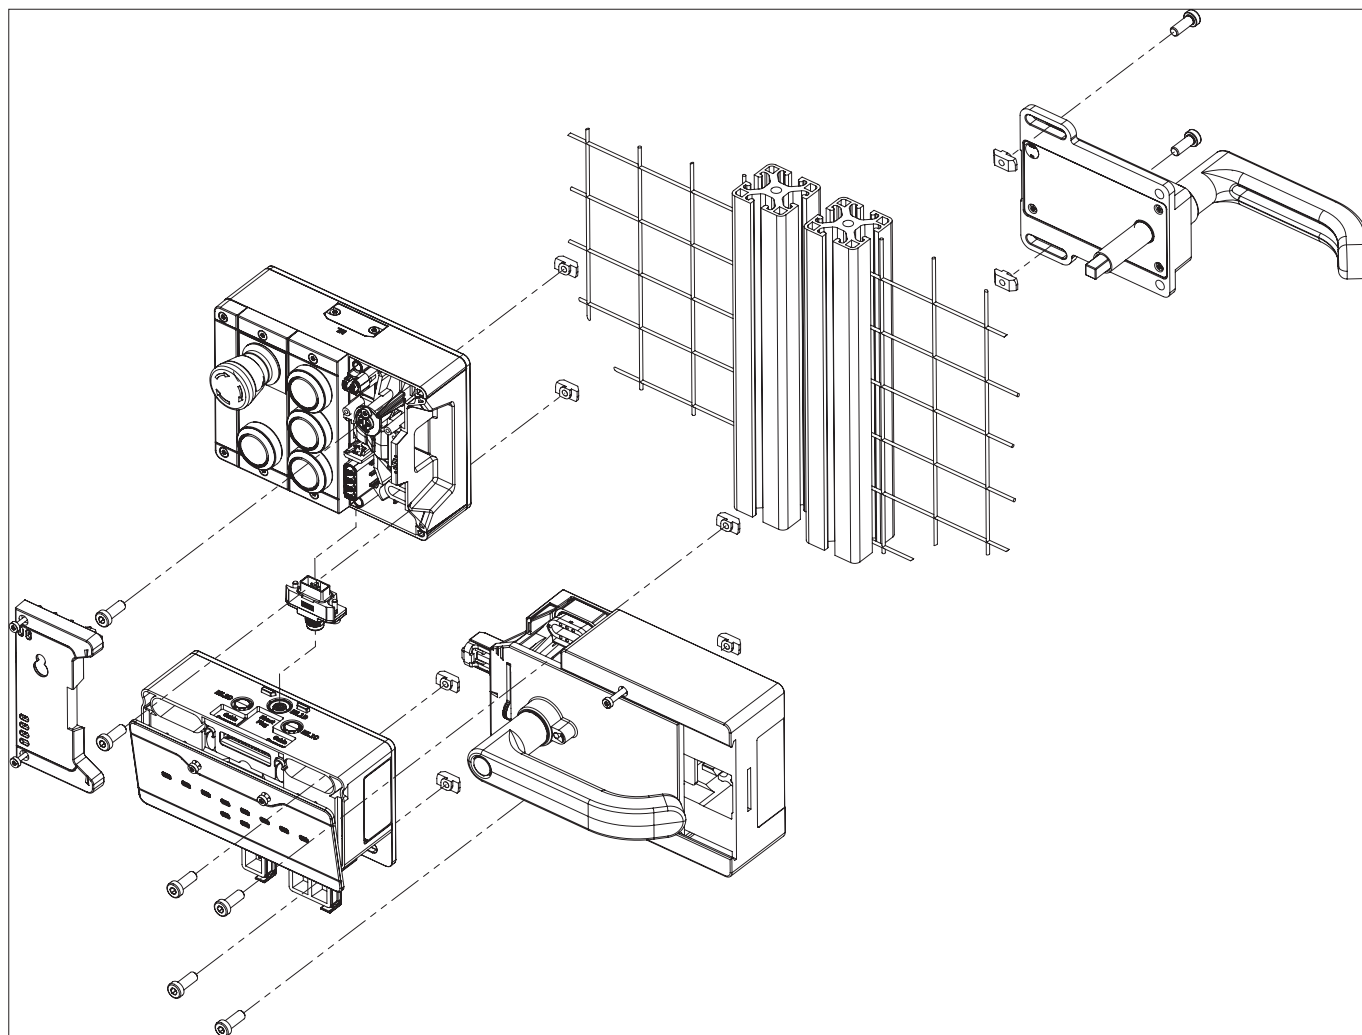
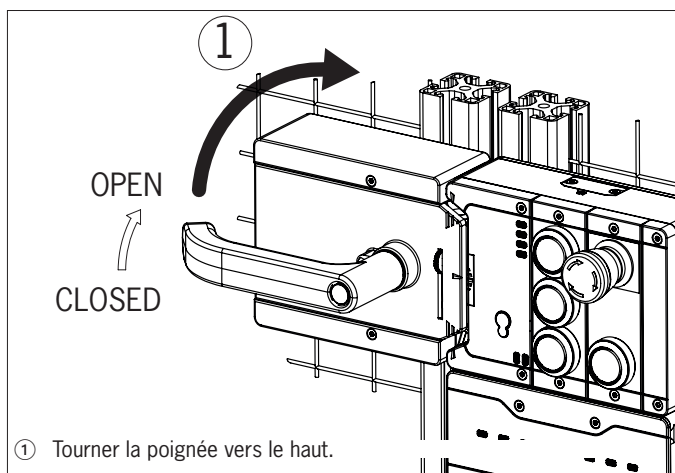
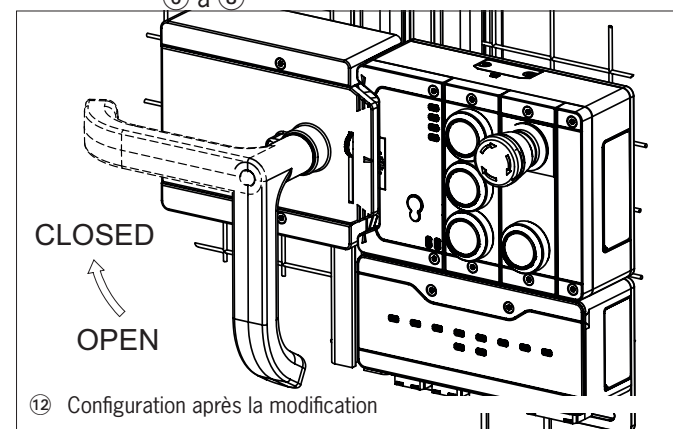

Fig. 9 : Exemple de montage pour une porte sur charnières à droite (vue d'ensemble)
Fig. 11 : Modification du sens d'actionnement, étape ①
Fig. 16 : Modification du sens d'actionnement, configuration définitive
- › Aligner l'axe du dispositif de déverrouillage interne à angle droit par rapport au module de poignée. Voir Fig. 9.
- › Veillez au bon alignement lors du montage. Utilisez les auxiliaires d'alignement du boîtier du module de verrouillage / interverrouillage et du boîtier du module de poignée (voir Fig. 9).
Étapes de montage, voir les Fig. 9 et Fig. 11 à Fig. 16.
- Monter le système dans l'autre sens dans le cas d'une porte sur charnières à gauche. C'est-à-dire que le protecteur peut alors être ouvert en actionnant la poignée vers le haut (voir Fig. 11). Le sens d'actionnement de la poignée doit par conséquent être modifié (voir Fig. 11 à Fig. 16).